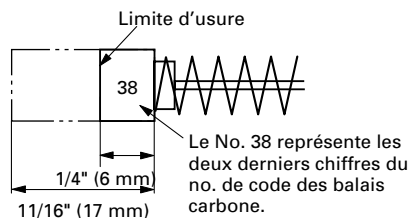
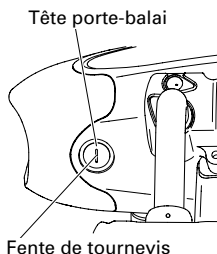

Fig. 53
Fig. 54
2. Inspecter les balais carbone (Fig. 53 et Fig. 54)
En conséquence, inspecter périodiquement les balais en carbone et les remplacer lorsqu'ils ont atteint la limite d'usure comme indiqué à la Fig. 53.
Par ailleurs, maintenir les balais carbone propres de façon qu'ils glissent régulièrement dans les porte-balai. Les balais carbone sont faciles à retirer ; pour cela, retirer les têtes porte-balai (voir Fig. 54) avec un tournevis à tête plate (signe moins).